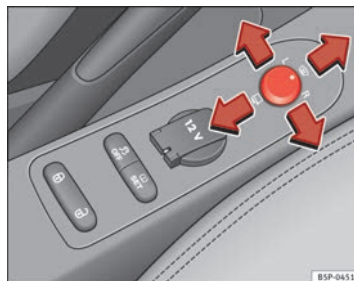

Abb. 86 Drehknopf für Außenspiegeleinstellung ▶
1. Drehen Sie den Drehknopf ⇒ **Abb. 86** zunächst in Stellung **L (linker Außenspiegel)**.
- Drehen Sie den Drehknopf ⇒ **Abb. 86** in Stellung , um die Außenspiegel anzuklappen. Sie sollten die Außenspiegel immer anklappen, wenn Sie eine automatische Waschanlage durchfahren, um Beschädigungen zu vermeiden.